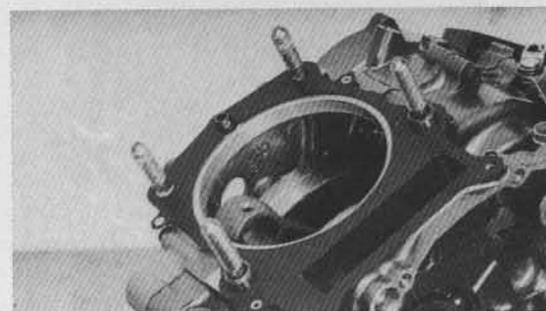

Bild 156
- Fussdichtung, zwei grosse Passhülsen und eine kleine Passhülse mit O-Ring auflegen (Bild 156).